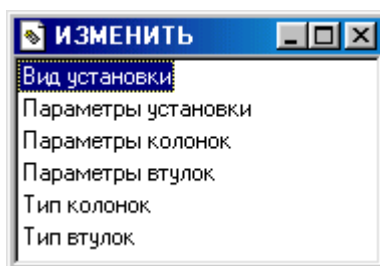

Рисунок 1.59 – Меню зміни параметрів
– для редагування параметрів вибирається потрібна команда з меню “Змінити” (рис. 1.59).